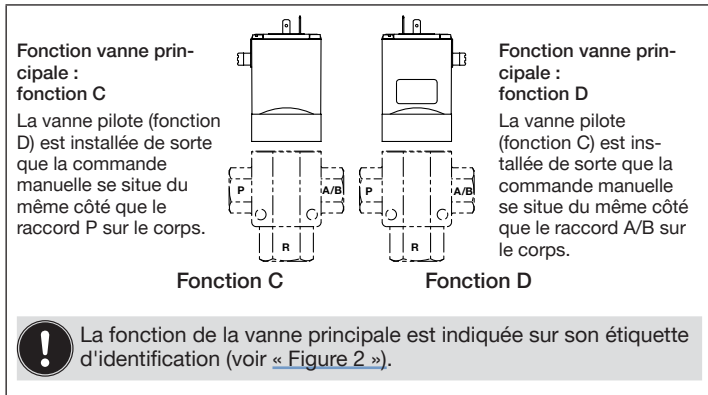

Figure 1 : Disposition de la vanne pilote
- Sur la vanne pilote ②, desserrer les deux vis non scellées ①.
- Avant le retrait de la vanne pilote, observer la disposition de la vanne pilote (voir « Figure 1 », page 17).
- Retirer la vanne pilote ② et les joints toriques ③ de la vanne principale.
- Insérer les joints toriques neufs ③ correctement dans les évidements de la vanne principale.
- Placer la vanne pilote neuve ② sur la vanne principale. Observer à cet effet la disposition de la vanne pilote (voir « Figure 1 », page 17).
- Serrer les vis ① (couple de vissage 1,5 à 2 Nm).